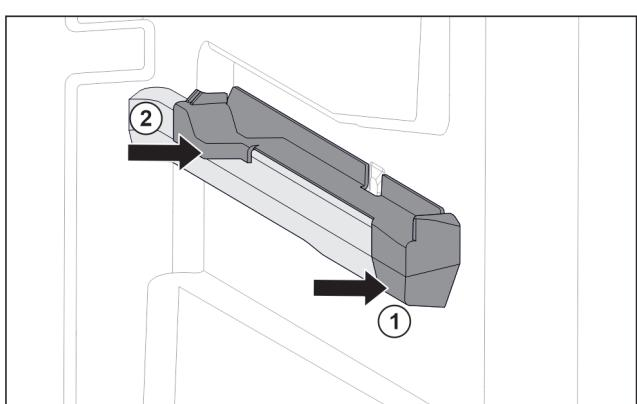

Fig. 57 Вставная часть на правом контейнерном ребре
- Наденьте вставную часть спереди на контейнерное ребро. Fig. 57 (1)
- Нажмите на вставную часть сзади. Fig. 57 (2)